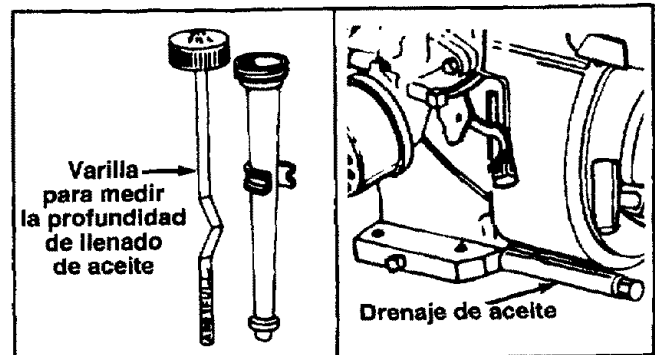

FIGURA 10.
- Llène el motor con aceite como sigue. Extraiga la varilla para medir la profundidad de llenado de aceite. Vea la figura 10. Con el nivel de la picadora-desmenuzadora use un embudo para llenar de aceite el motor hasta la marca FULL (LLENO) en la varilla. La capacidad es de 1-1/4 pintas aproximadamente. Sea cuidadoso de no sobrellenar. Inclíne la picadora-desmenuzadora hacia la izquierda (desde atrás de la tolva), y coloque nuevamente a nivel. Revise el nivel de aceite. Llène nuevamente a la marca FULL (LLENO) de la varilla si fuera necesario. Vuelva a colocar la varilla y ajuste.
Su motor de cuatro ciclos consumirá normalmente algo de aceite-por consiguiente, verifique el nivel de aceite regularmente cada cinco horas de operación y antes de cada uso. Apague el motor y espere varios minutos antes de revisar el nivel de aceite. Con el nivel de la picadora-desmenuzadora el aceite debe llegar hasta la marca FULL (LLENO) en la varilla para medir la profundidad de llenado de aceite (Refiérase a la figura 10). Cambie el aceite del motor después de las primeras cinco horas de operación, y cada veinticinco horas subsecuentemente.
- a. Quite el tapón de drenaje de aceite. Refiérase a la figura 10. Recoja el aceite en un contenedor apropiado.